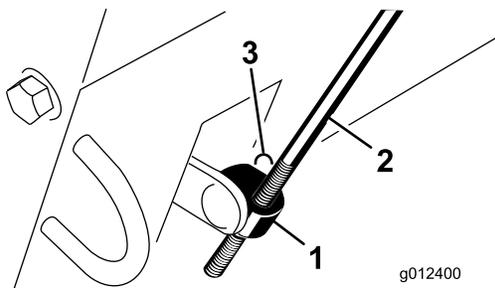

Bild 6
6. Setzen Sie das Stangenanschlussstück auf die Kurbelwelle der Gangschaltungsglocke und befestigen Sie es mit einer Scheibe und einem Splint (Bild 6).